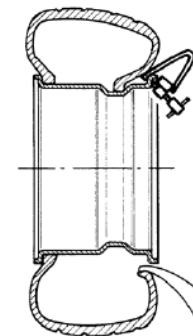

Рис.30
**УБЕДИТЕСЬ ЧТО НАРУЖНЫЙ БОРТ ШИНЫ ЗАШЁЛ В МОНТАЖНЫЙ РУЧЕЙ ПРЯМО НАПРОТИВ ИНСТРУМЕНТА МОНТАЖА (Рис.30).**